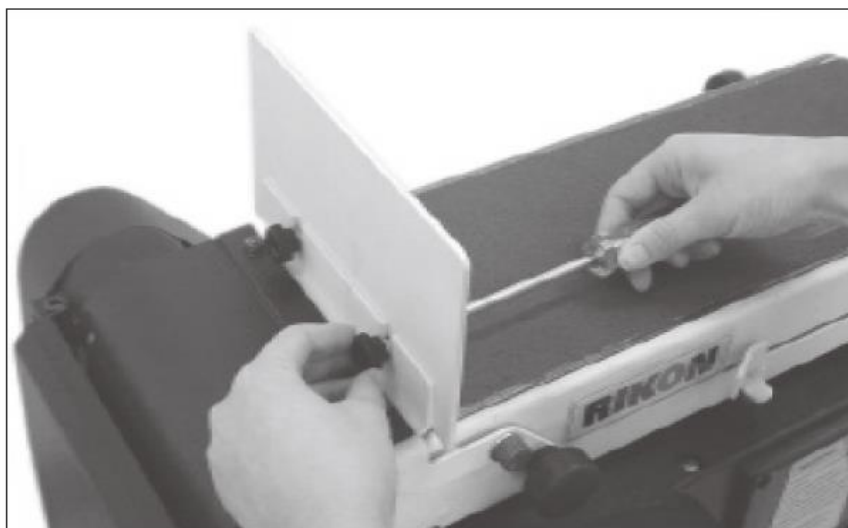

Рис. 3
3. Наденьте на винт шайбу диаметром 6 мм и барашковую гайку и затяните. (См. рис. 3)